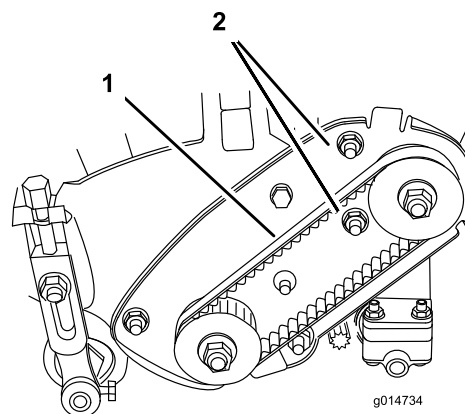

Bild 38
- A. Lösen Sie die Befestigungsmuttern des Lagergehäuses (Bild 38).
- C. Halten Sie die Einstellung des Drehmomentschlüssels und ziehen Sie das Lagergehäuse an den Befestigungsmuttern fest (Bild 38). Ziehen Sie den Riemen nicht zu stark an.